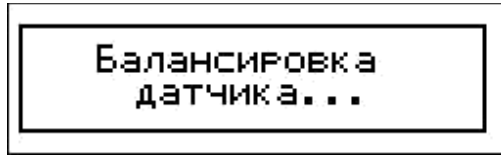

Рис. 21. Информационное сообщение
*Примечание: при первом вызове **Селективного режима** (из основного меню) прибор производит проверку балансировки датчика и при необходимости корректирует ее. Такая корректировка может потребоваться, например, при резкой смене температуры воздуха. Во время подстройки на экране кратковременно появится предупреждающая надпись (см. рис. 21.). Чтобы подстройка прошла правильно, вблизи датчика не должно быть массивных металлических предметов. Поэтому в этот момент необходимо держать датчик на расстоянии не менее 65 см от грунта и металлических предметов.*
части экрана (см. рис. 21) после буквы **П:** . Для увеличения порога нужно нажать кнопку **▲** , для уменьшения - кнопку **▼** .
В верхнем правом углу (см. рис.21) индицируются текущее напряжение аккумуляторной батареи. Зная конкретный тип аккумулятора можно примерно оценивать степень его остаточного заряда.